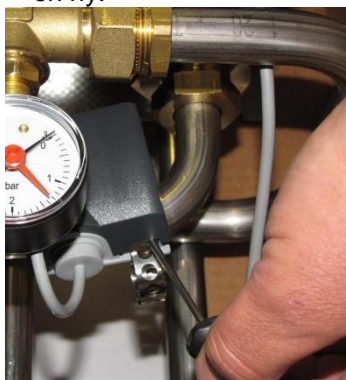

Bild 34
2. Lyft, med hjälp av en skruvmejsel, försiktigt upp locket till framledningsgivare (Bild 34).